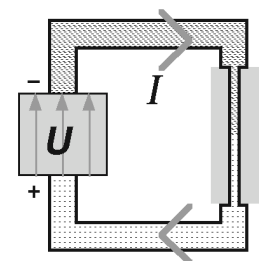

Bild 3
Die **Spannungsquelle** ist eine „**Pumpe**“ für die Leitungselektronen. Diese werden beim +Pol hineingezogen und beim –Pol heraus gestossen. Es entsteht dadurch für die Leitungselektronen ein Dichteunterschied. Weil sich die Elektronen gegenseitig abstossen, werden sie nun von der Stelle grösserer Dichte durch den Verbraucher zur Stelle geringerer Dichte gedrückt. Die Grösse des so entstandenen Elektronenflusses wird **Stromstärke I** genannt und mit der Einheit **Ampère (A)** ausgedrückt (**Bild 3**). Mit einem **Ampèremeter** misst man die Stromstärken.